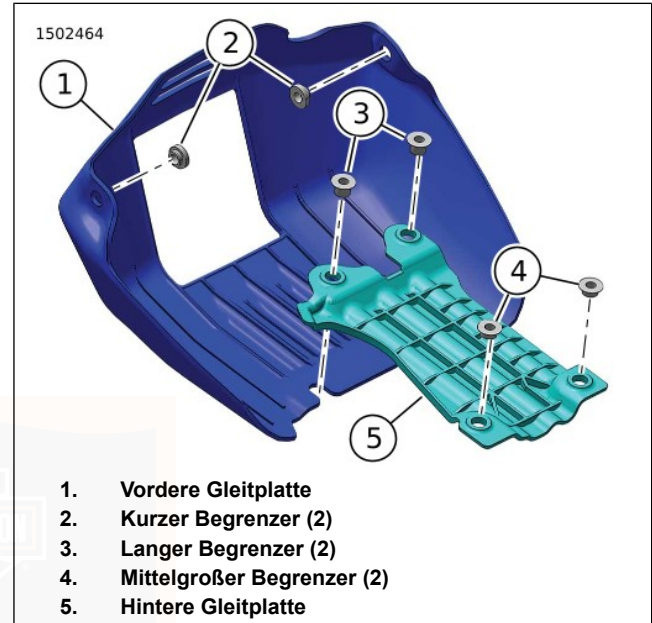

Abbildung 76. Zweiteilige Gleitplatte – Vordere und hintere Begrenzer
1. Abbildung 76 Sicherstellen, dass sowohl die langen als auch die mittelgroßen Begrenzer (3 und 4) ordnungsgemäß positioniert sind.
1. Abbildung 76 Sicherstellen, dass die kurzen Begrenzer (2) ordnungsgemäß positioniert sind.